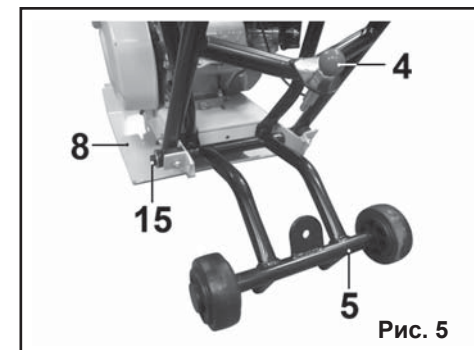

Рис. 5
6.2.2. Установите колесную опору (5), как показано на Рис.5, и зафиксируйте ее болтами (15).